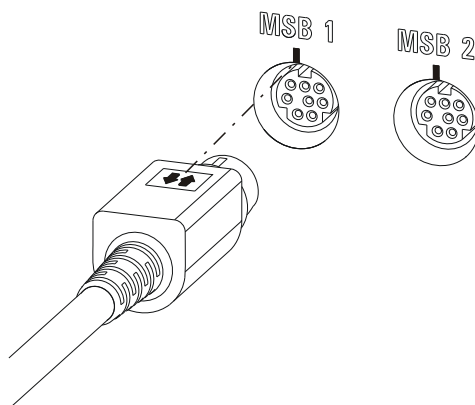

Figure 6 Connecteur MSB
- Veillez à ce que la partie plate signalisée par des flèches de la fiche MSB coïncide avec le repère du connecteur MSB (voir Figure 6, page 18).